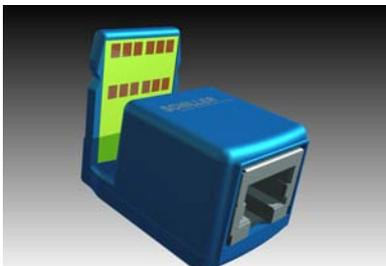

Fig. 5.4 Adaptateur Ethernet
- l'**adaptateur Ethernet** soit inséré dans le **boîtier Ethernet** de l'appareil (voir Fig. 5.4),